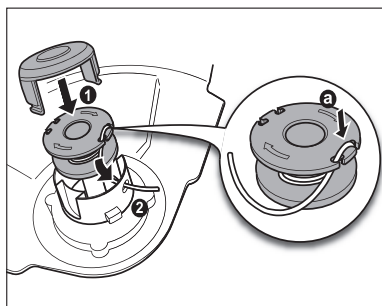

Fig. 37
11. Passe a linha de corte (13d) através dos entalhes (Fig. 37).